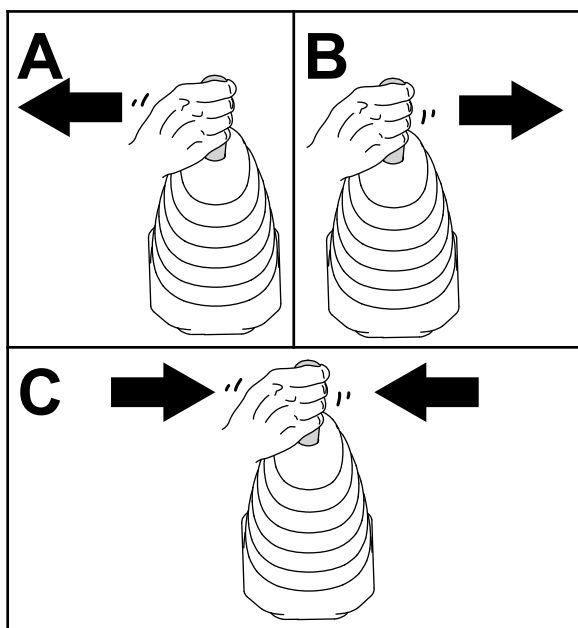

Figura 51
4. Mueva el joystick de la pala cargadora a la izquierda, luego a la derecha, y luego otra vez a la posición de PUNTO MUERTO para aliviar la presión en los acoplamientos hidráulicos (**Figura 51**).